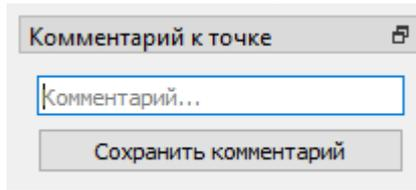

Рисунок 11. Комментарий к точке
- В блоке "Комментарий к точке" (рисунок 11) можно указать комментарий, относящийся к тестируемому компоненту.